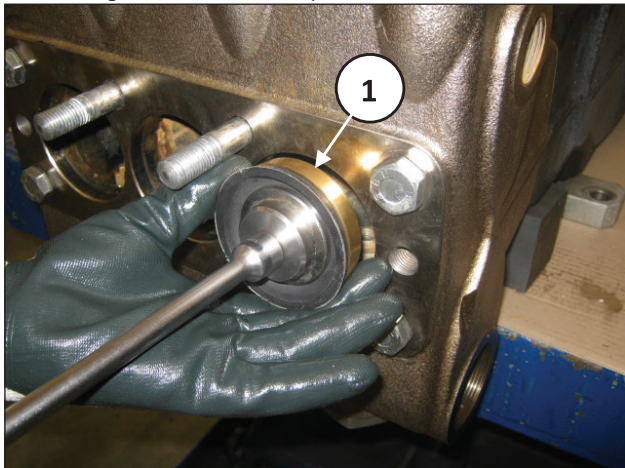

Abb. 135
Führen Sie mithilfe des T-Schlüssels das Kolbendichtungspaket bei Kolben-Distanzstück auf dem OT in den Zylinder ein (Pos. ①, Abb. 135) und achten Sie darauf, die Dichtlippe nicht zu beschädigen.